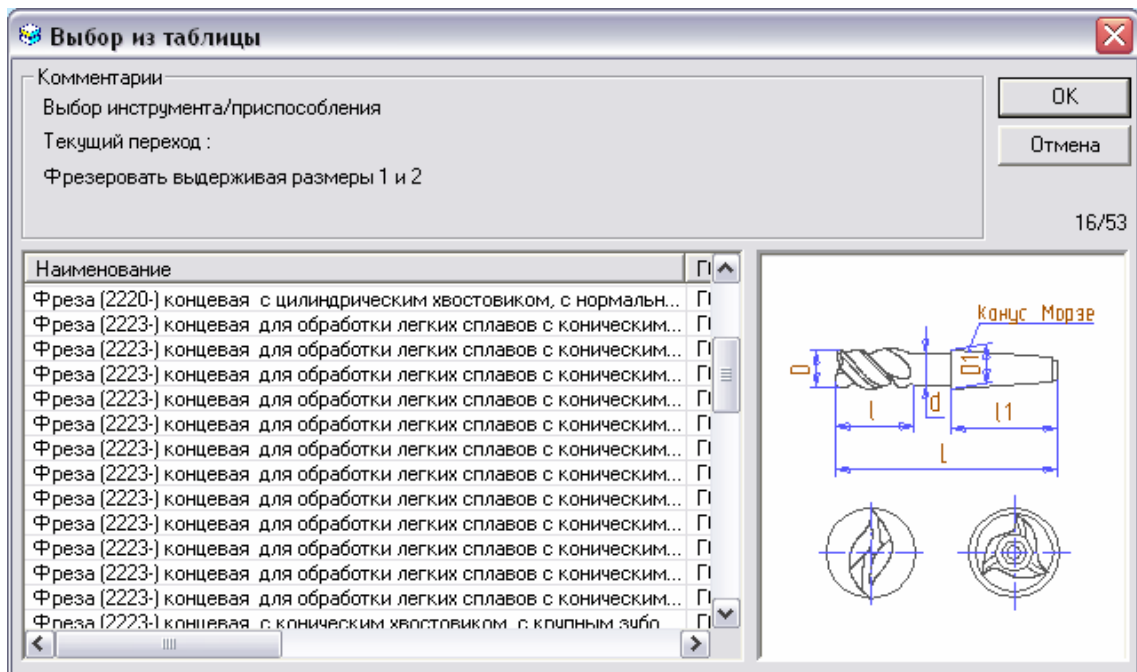

Рис. 32. Окно выбора оснастки с учетом поисковых параметров.
3. Выберите оснастку в окне выбора из таблицы (см. Рис. 32).